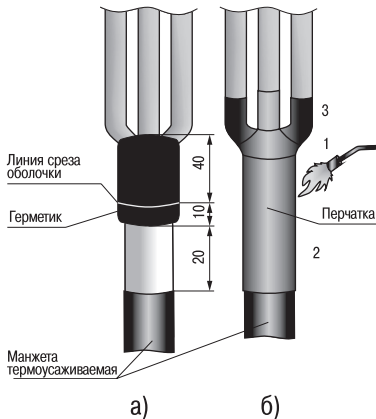

Рисунок 10
4.24 Обмотать длинную ленту герметика по краю металлической оболочки с заходом на 10 мм на оболочку и вверх на 40 мм по жилам кабеля, удаляя разделительную бумагу (рисунок 10а).
4.25 Сблизить жилы кабеля. Надеть перчатку с усилием до упора в изолированный «корешок» разделки кабеля. Усадить перчатку, начиная от основания пальцев перчатки, вкруговую, затем в направлении оболочки. Важно, чтобы основание перчатки было усажено на ранее установленную термоусаживаемую манжету. В последнюю очередь усадить пальцы перчатки на жилы кабеля. После усадки перчатка должна плотно облегать манжету и трубки на жилах кабеля, а по торцам основания перчатки и пальцев должен быть виден выступивший расплавленный клей (рисунок 10б).